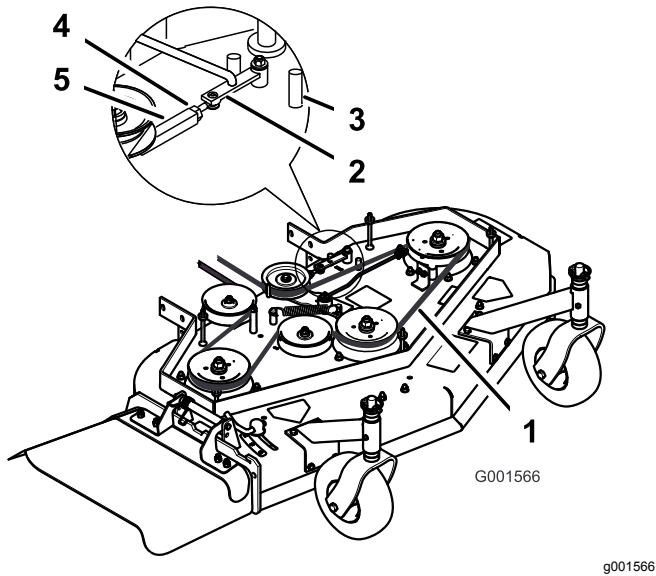

Figura 41
3. Afloje la contratuerca del tensor (Figura 41).
Nota: La tensión correcta de la correa del cortacésped es de 44 – 67 N·m (10 – 15 pies-libra) con la correa desviada 13 mm (1/2") en el punto intermedio entre las poleas (Figura 41).